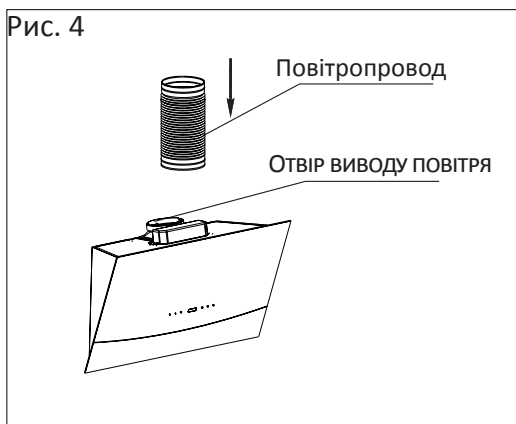

Рис. 4
**3)** Вийміть витяжку з коробки та обрежено покладіть на горизонтальну поверхню. Приєднайте повітряпровод до отвору виводу повітря витяжки. Переконайтесь що з'єднання надійне. (Рис. 4).